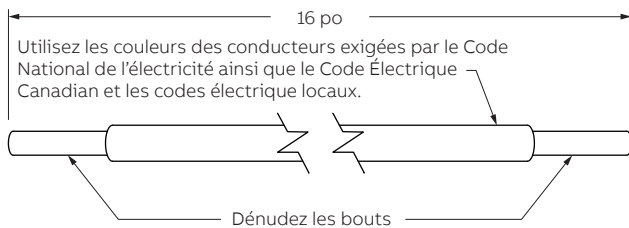

Figure 12
- 5.2.2 Coupez les conducteurs électriques et les fils de mise à la terre (utiliser le type THHN du calibre (AWG) et de la couleur requise) à 16 po de longueur. Dénudez les bouts des fils de manière à pouvoir faire les branchements aux appareils et connecteurs pour câbles (Voir figure 12).